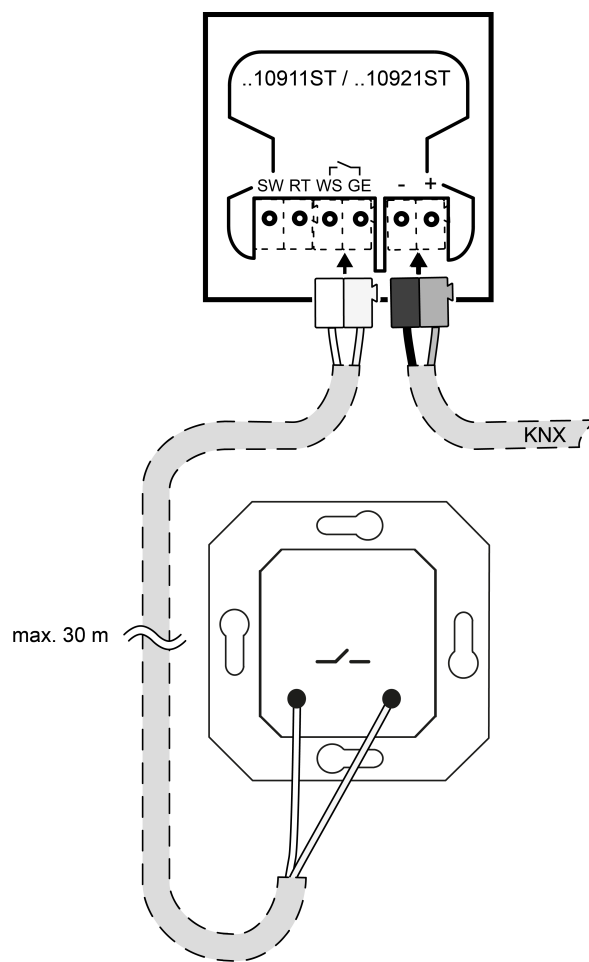

рисунок 5: Подключение монтажного кнопочного выключателя
- Опция: подключение внешних коммутационных контактов (например, монтажный кнопочный выключатель или геркон) к соединительной клемме (см. рисунок 5).
Подключение внешних коммутационных контактов (см. рисунок 5)